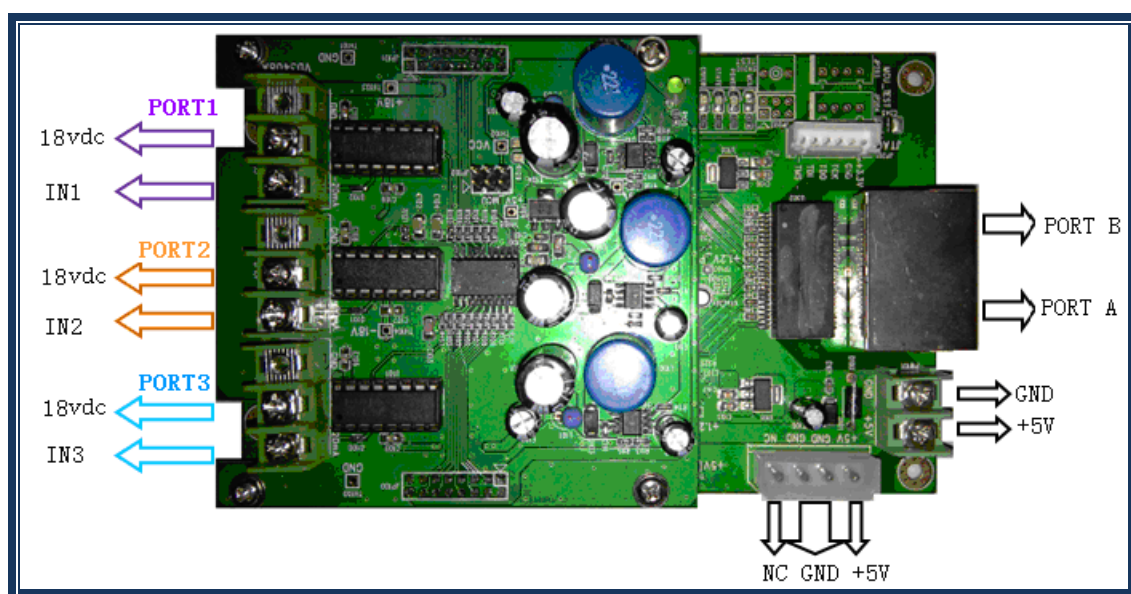

图 3-5
接线端子空闲即可，如图 3-5 所示。关于探头设备推荐详见《5.1.3 环境监测探头》。
- 步骤 3 连接探头: 选择亮度、温度及湿度采集探头,固定探头位置,将探头连接线与环境监测器信号输入端连接,注意信号线、电源线位置不能接错,端口顺序要正确:Port1 接照度探头、Port2 接温度探头、port3 接湿度探头,如图 3-5。(均为可选,即可以不连接)。